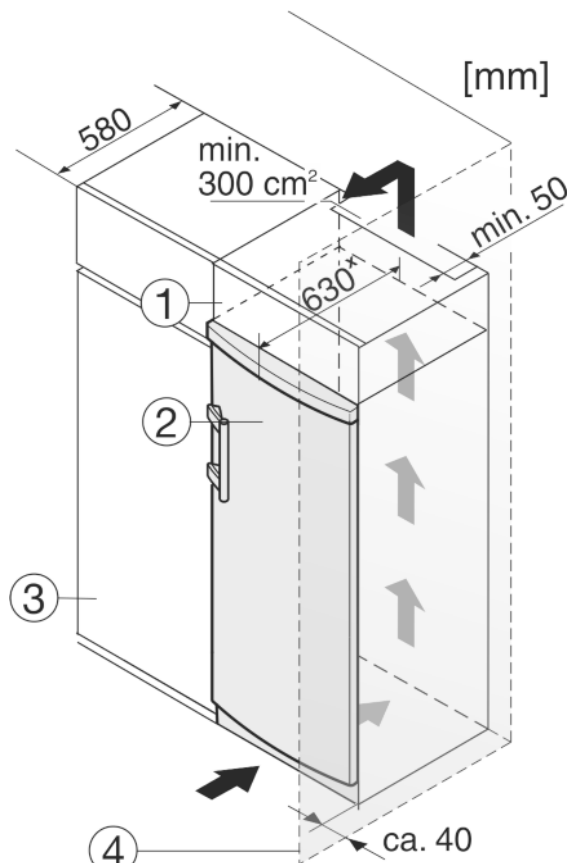

Fig. 10
Zariadenie môže byť zabudované medzi kuchynskými skriňami. Aby sa zariadenie Fig. 10 (2) prispôbilo výške kuchynskej linky, môže sa nad zariadením umiestniť nadstavná skrinka Fig. 10 (1).
Pri vstavaní s kuchynskými skriňami (hĺbka max. 580 mm) je možné zariadenie inštalovať priamo vedľa kuchynskej skrine Fig. 10 (3). Zariadenie vyčnieva nabok 34 mm × a v strede zariadenia 50 mm × oproti prednej časti kuchynskej skrine.
Ak je zariadenie umiestnené so závesmi vedľa steny *Fig. 10 (4)*, musí vzdialenosť medzi zariadením a stenou činiť minimálne 40 mm. To zodpovedá presahu držadla pri otvorených dverách.